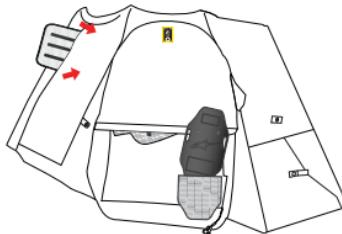

図15
5. 胸部を覆うエアバッグの前面部分について、クリップを開き、エアバッグの前面と背面にある面ファスナー パッチを取り外します。最後に、右袖の上にある開口部からエアバッグを取り外します（図15）。